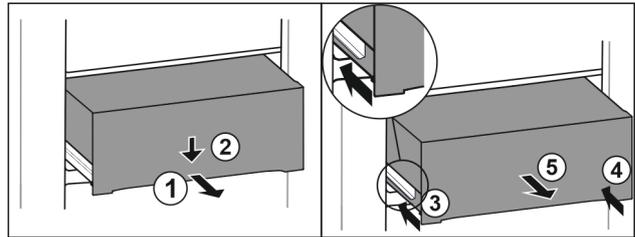

Fig. 103
- ▶ Extraiga el cajón hasta la mitad. Fig. 103 (1)
- ▶ Presionar hacia abajo el cajón de la parte delantera. Fig. 103 (2)
- ▶ Introducir el carril izquierdo unos 2 cm. Fig. 103 (3)
- ▶ Introducir el carril derecho unos 2 cm. Fig. 103 (4)
- ▶ Extraiga el cajón hacia delante. Fig. 103 (5)